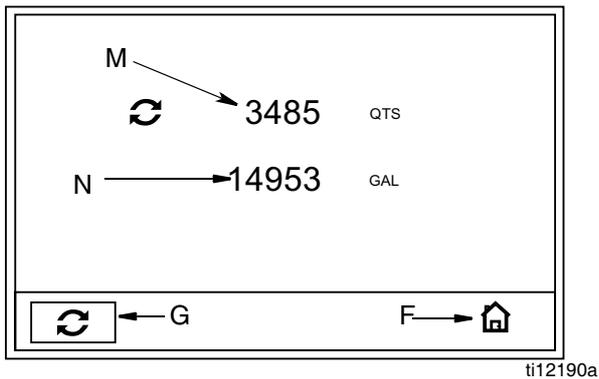

FIG. 26
Écran des totaux (FIG. 26)
Voir FIG. 26 pour les termes F, G, M – P
2. Appuyer sur le bouton ENTRÉE au milieu pour confirmer la sélection. L'écran des totaux (FIG. 26) s'affiche.
3. Pour remettre à zéro le champ Total réinitialisable (M), utiliser la FLÈCHE GAUCHE ou DROITE pour déplacer le curseur vers le bouton RÉINITIALISER (G).